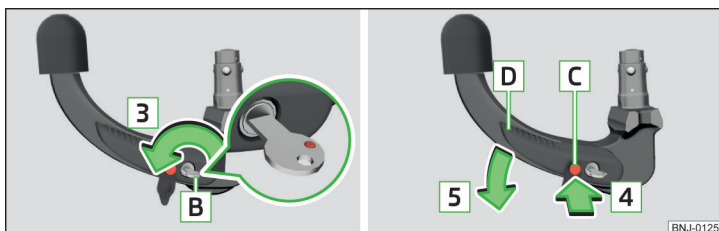

Fig. 131 Deblocarea încuietorii / Apăsarea bolțului de desfacere în interior și apăsarea manetei de operare
- Rotiți cheia **B** în sensul săgeții **3**, în așa fel încât marcajul roșu al acesteia să indice înspre în sus » fig. 131.